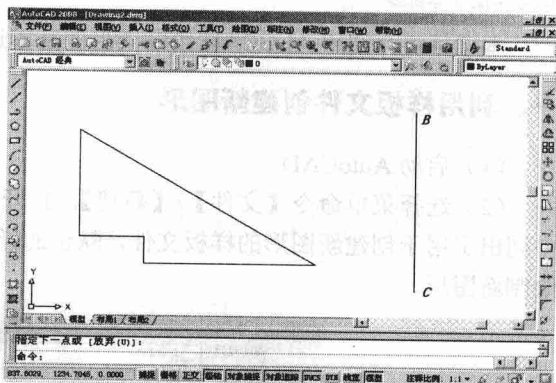

图 1-3 绘制线段 BC
(3) 按 `Enter` 键重复画线命令，绘制线段 BC，如图 1-3 所示。